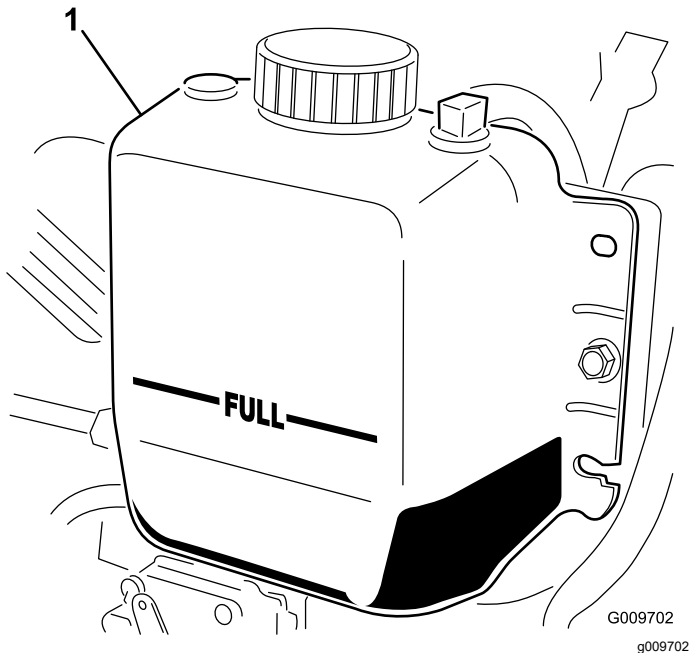

Figura 72
3. Compruebe el nivel de refrigerante del radiador. El radiador debe llenarse hasta la parte superior del cuello de llenado, y el depósito de expansión debe llenarse hasta la marca LLENO (Figura 72).